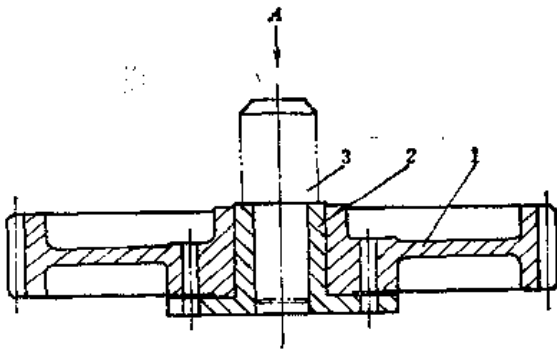

图8-1-17 轮毂拆卸
b. 如轮毂与齿轮研得过死无法拉出时，可先将轮毂与齿轮一起拉出，再作一根有两级直径的轴，一级略小于轮毂孔径 $0.1\sim 0.2\text{mm}$ ，长度不超过孔长，另一级轴径要小于齿轮孔径 $2\text{mm}$ 左右，长度要超过孔长 $20\sim 30\text{mm}$ ，将此轴装入轮毂孔内，轴大端向下（轮毂带保险销孔端朝上）在特制的胎具上将齿轮垫平，高度要超过所使用的千斤顶和大端轴的长度之和，然后将齿轮与胎具用联接螺栓固牢，用千斤顶将轮毂向上顶出，将研痕经修磨配制后再用（图8-1-17）。